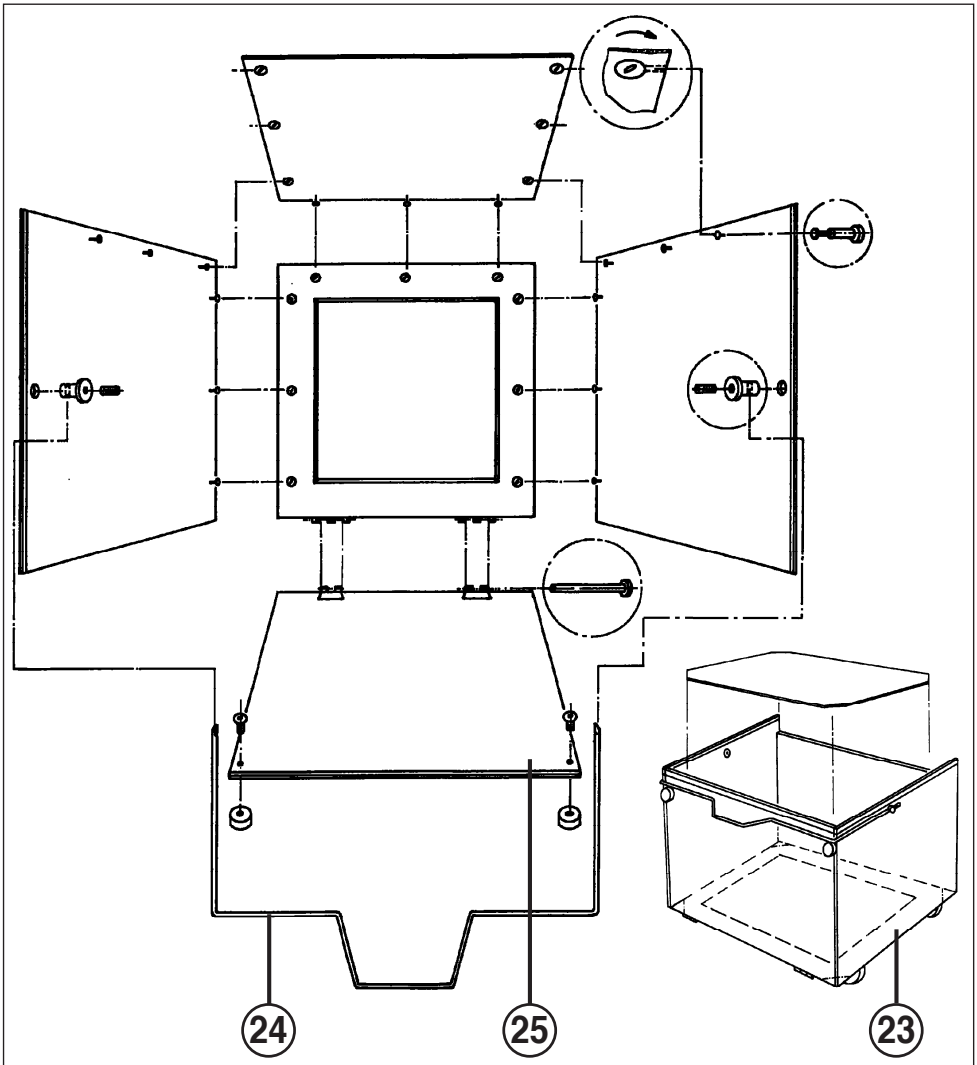

Fig. 4
- 23 = Recipiente de recogida (fig. 4)
recipiente de recogida (fig. 4)
- 25 = Pared delantera del recipiente (fig. 4)
RECIPIENTE DE RECOGIDA (23) (fig. 4)